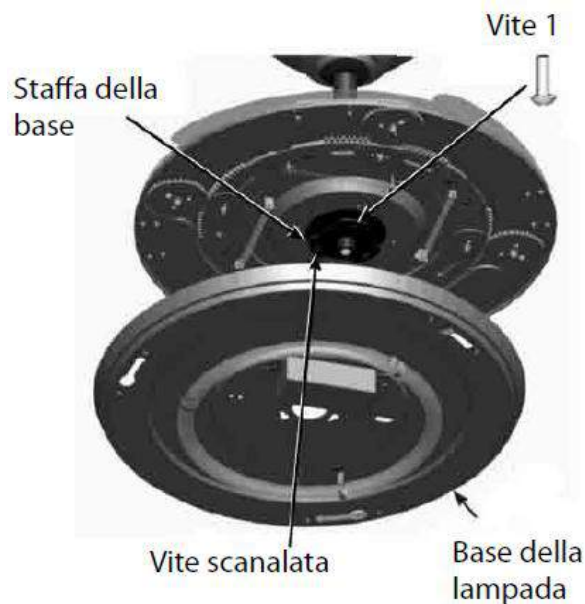

Figura 5
- 1) Allentare la vite (1 – Figura 5) dalla staffa della base. Allineare le due viti scanalate alle fessure sulla base.